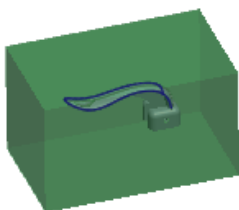

图 6.5 轮廓曲线
Step1. 创建图 6.5 所示的轮廓曲线。
- (1) 单击 **模具** 功能选项卡中 **设计特征** 区域的“轮廓曲线”按钮 , 系统弹出“轮廓曲线”操控板。
- (2) 定义投影方向, 接受系统默认投影方向 (朝下)。
- (3) 定义投影曲线。
- ① 在“轮廓曲线”操控板中单击 **环选择** 选项卡, 系统弹出“环选择”窗口。